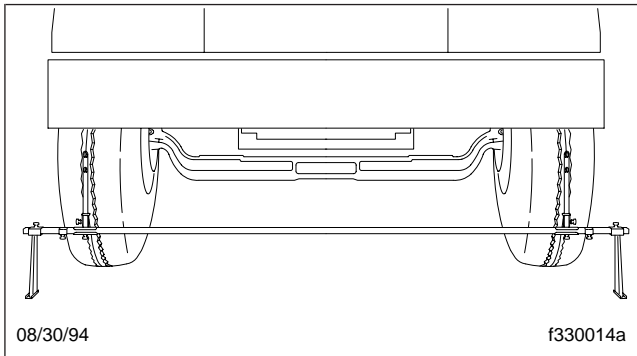
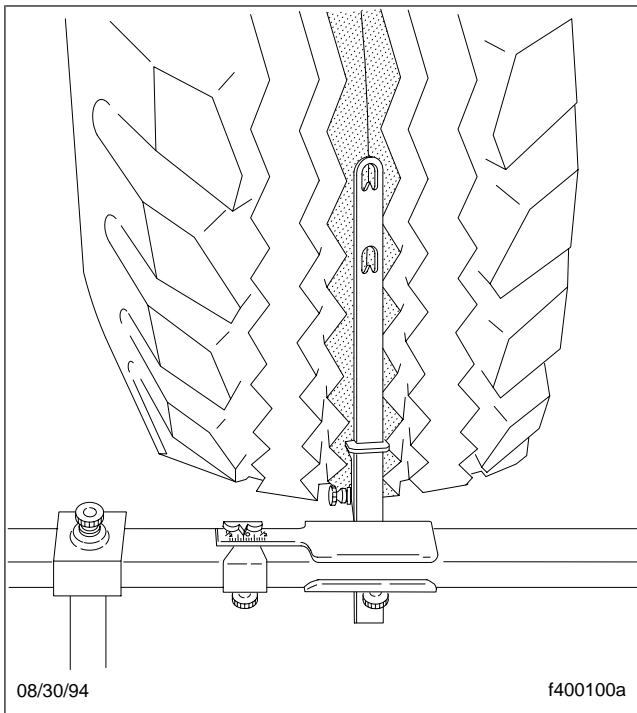

Figura 2, Cómo colocar el compás de varas
Figura 3, Cómo calcular la convergencia de las ruedas
7. Coloque el compás de varas delante de los neumáticos como se muestra en la **Figura 2**. Ajuste el extremo de la escala para que las puntas se alineen con las líneas trazadas. Vea la **Figura 3**.